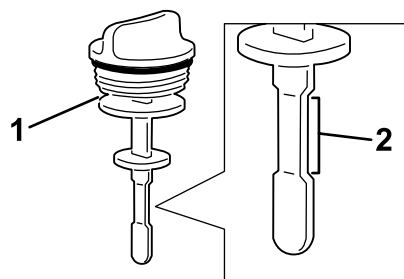

Рисунок 91
4. Извлеките масломерный щуп из заливной горловины и проверьте уровень гидравлической жидкости (Рисунок 91).